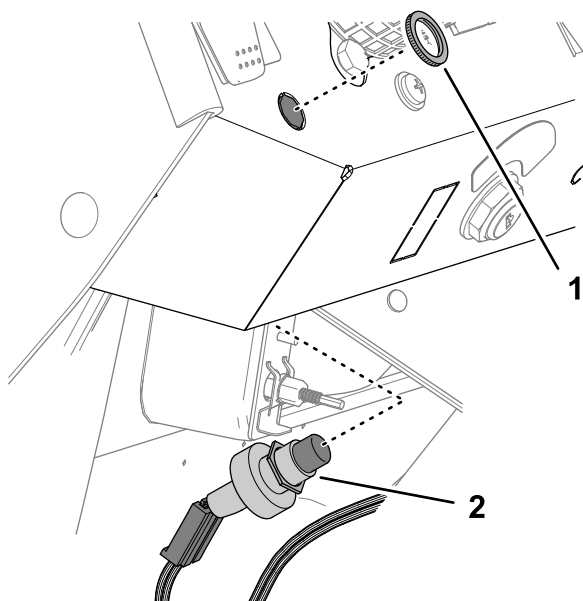

**Figura 8**
3. Aperte a porca de retenção no interruptor da buzina (Figura 8).
4. Ligue o interruptor da buzina ao conector de duas tomadas rotulado HORN SWITCH da cablagem do kit (Figura 8).